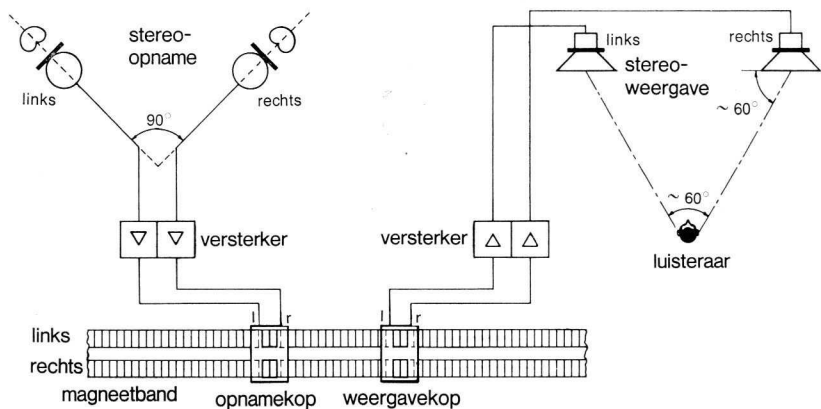

Fig. 28: Stereo-opname en -weergave (toondrager: magneetband, halfspoor-opname).
- Spoorpositie** De posities van de magneetsporen op de magneetband zijn internationaal bij een bandlooprichting voor de opname en weergave van links naar rechts vastgelegd. Bij →halfspoor wordt eerst de bovenste helft bespeeld en dan de onderste, die na het omdraaien van de band eveneens boven ligt. De posities van de sporen bij →kwartspoor-techniek is in fig. 14, blz. 33 aangegeven. Zij worden bij mono-opnamen in de volgorde 1 – 4 – 3 – 2 bespeeld. Daarbij is de richting van de sporen 1 en 3 op de band tegengesteld aan die van 2 en 4. Bij stereo-opnamen worden volgens DIN 45 511 eerst de sporen 1 en 3 samen en daarna 2 en 4 samen bespeeld (→stereofonie, →fig. 28, blz. 65).
„Ruimteklank“. Bij de stereofonie wordt met twee  $\rightarrow$ microfoons uit twee verschillende richtingen (b. v. links en rechts voor een orkest) dezelfde b. v. muziekuivoering, gelijktijdig over twee opnamekoppen op twee van elkaar gescheiden sporen opgenomen ( $\rightarrow$ spoorposities,  $\rightarrow$ fig. 28 en fig. 14, blz. 33). Deze twee „wegen“ worden rechter en linker  $\rightarrow$ kanaal genoemd. De weergave geschiedt eveneens over twee van elkaar gescheiden kanalen met één weergavekop (twee kopsystemen), weergaveversterker, LF-versterker en luidspreker(s) per kanaal. Hiermee wordt een „ruimte-effect“ verkregen. Met grammofoonplaten is ook stereofonie mogelijk. Ook radiozenders zenden stereozendingen uit.